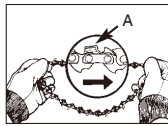

Bild. 4A
1. Breiten Sie die Kette in einer Schlaufe aus, wobei die Schnittkanten (A) **IM UHRZEIGERSINN** um die Schlaufe herum ausgerichtet sind (Bild. 4A).